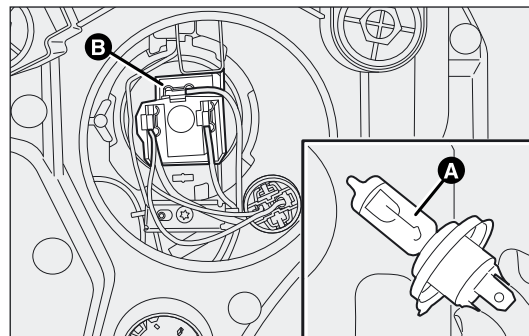

fig. 168
- ☐ trek de middelste stekker B-fig. 168 los en haak de borgveer van de lamp los;